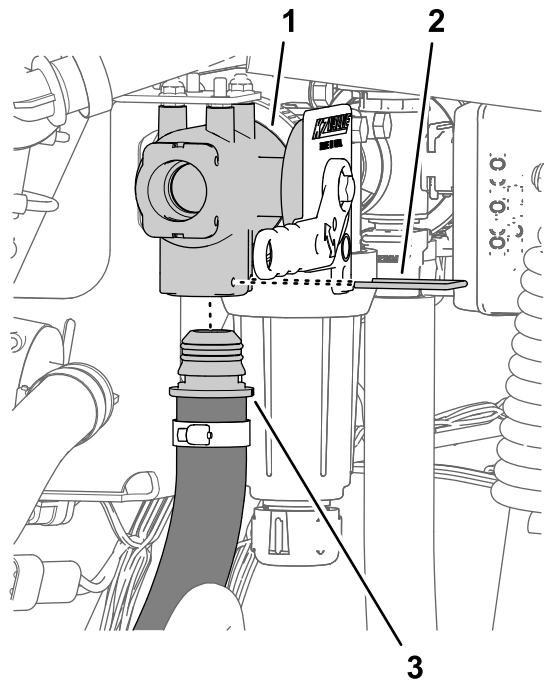

図 12
3. 圧力側ホースアセンブリのバーブ付きストレートフィッティングを、エダクタバルブの底部ポートに整列させて、ストレートフィッティングをバルブの奥まで完全に入れる図 12。